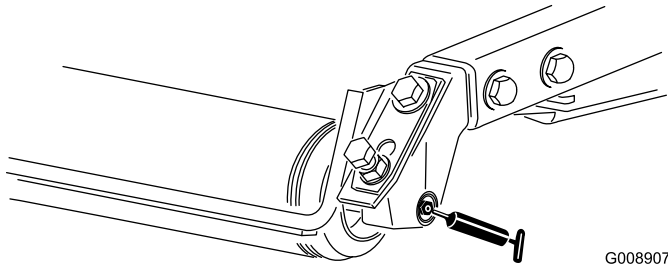

Bild 36
- Heckrollenlager (2 pro Mähwerk) (Bild 36)